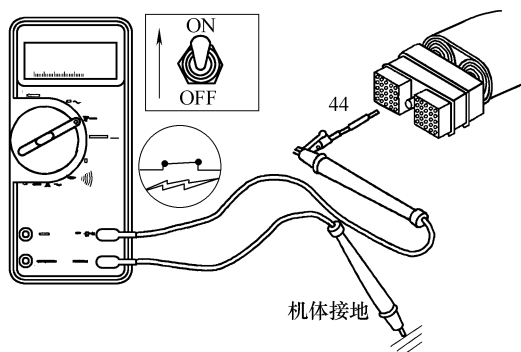
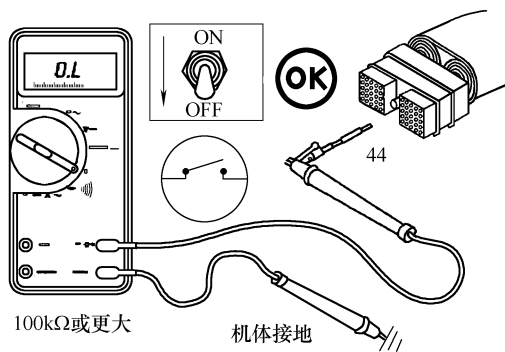

图 5-156 测量触针 44 与接地间的电阻
图 5-157 测量触针 44 与接地间的开路电阻(断开开关)
(1) 电阻检查 从 ECM 上断开 OEM 线束插头, 测量 ECM 插头触针 44 与接地间的电阻(图 5-156), 当接通诊断开关时, 万用表必须显示闭路, 电阻小于 10Ω 。如果电阻不合格, 检查 44 号导线是否存在短路。
(2) 检查是否对地短路
① 当检查有无电气短路时, 应将所有开关断开以隔离诊断开关电路。使用挂车制动器手动阀调节行车制动器, 断开离合器开关和怠速有效开关。
② 测量 ECM 插头触针 44 与机体间的电阻(图 5-157), 万用表必须显示开路, 电阻应大于 $100\text{k}\Omega$ 。